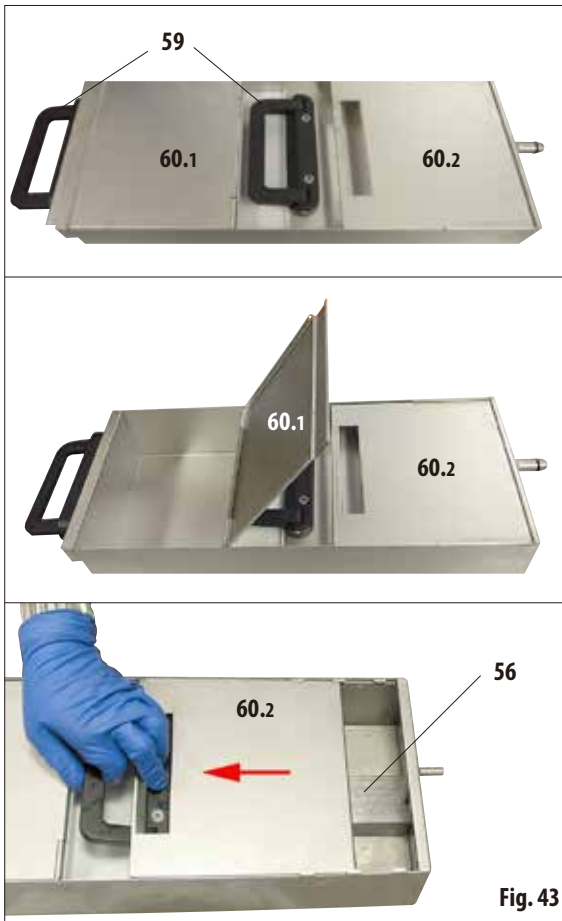

Fig. 43
- Todos os banhos de parafina têm duas alças (59) que servem para retirada e transporte. Duas tampas móveis (60.1 e 60.2) oferecem melhor isolamento térmico e impedem que a parafina líquida vazze enquanto o recipiente está sendo puxado (Fig. 43).
- Quando retirar de um banho, a tampa da frente (à esquerda da imagem) (60.1) pode ser dobrada para cima (Fig. 43) para facilitar o enchimento e limpeza.
- A outra tampa (na imagem, à direita) (60.2) também pode ser movimentada e removida para a limpeza (Fig. 43, abaixo).
- Em cada banho de parafina há uma peneira (56) como na estação de parafina para proteger as linhas de parafina contra contaminação.